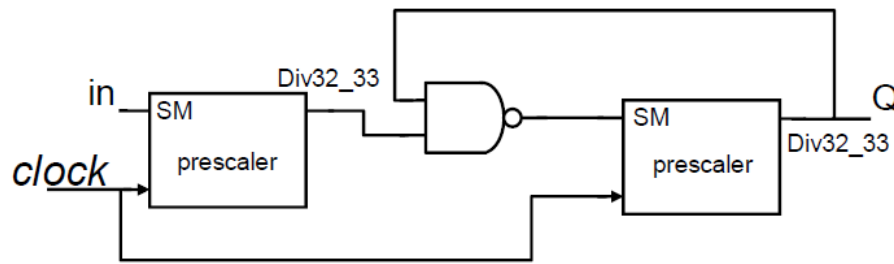

Figura 2: Circuito utilizando o Prescaler.
7. Considere o circuito da **Figura 2** (não tem função alguma, servindo apenas para ilustração). Desenhe o esquemático desse circuito utilizando a célula NAND23 e o prescaler anterior (faça as devidas checagens).